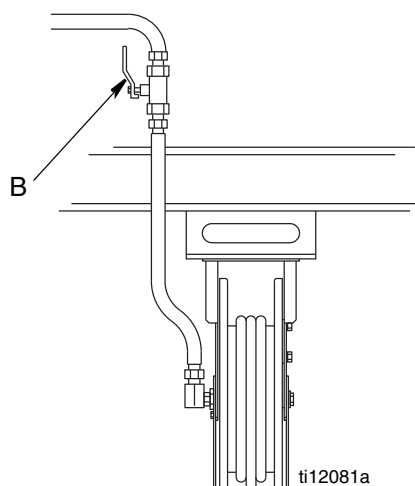

FIG. 3
1. Fermer la soupape d'arrêt de fluide (B) à chaque point de distribution FIG. 3.